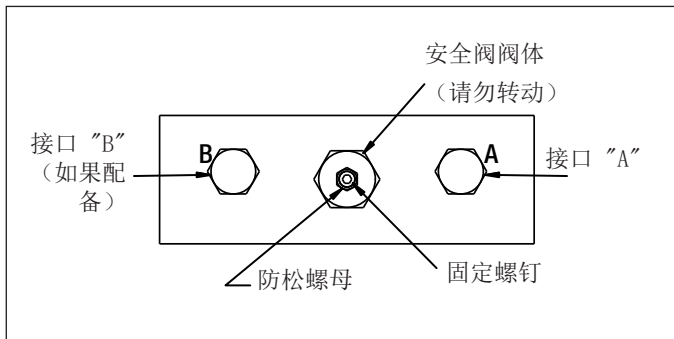

图 10
1. 在接口 “A” 安装一个 0-1,035 bar (0-15,000 psi) 压力表（见图 10）。